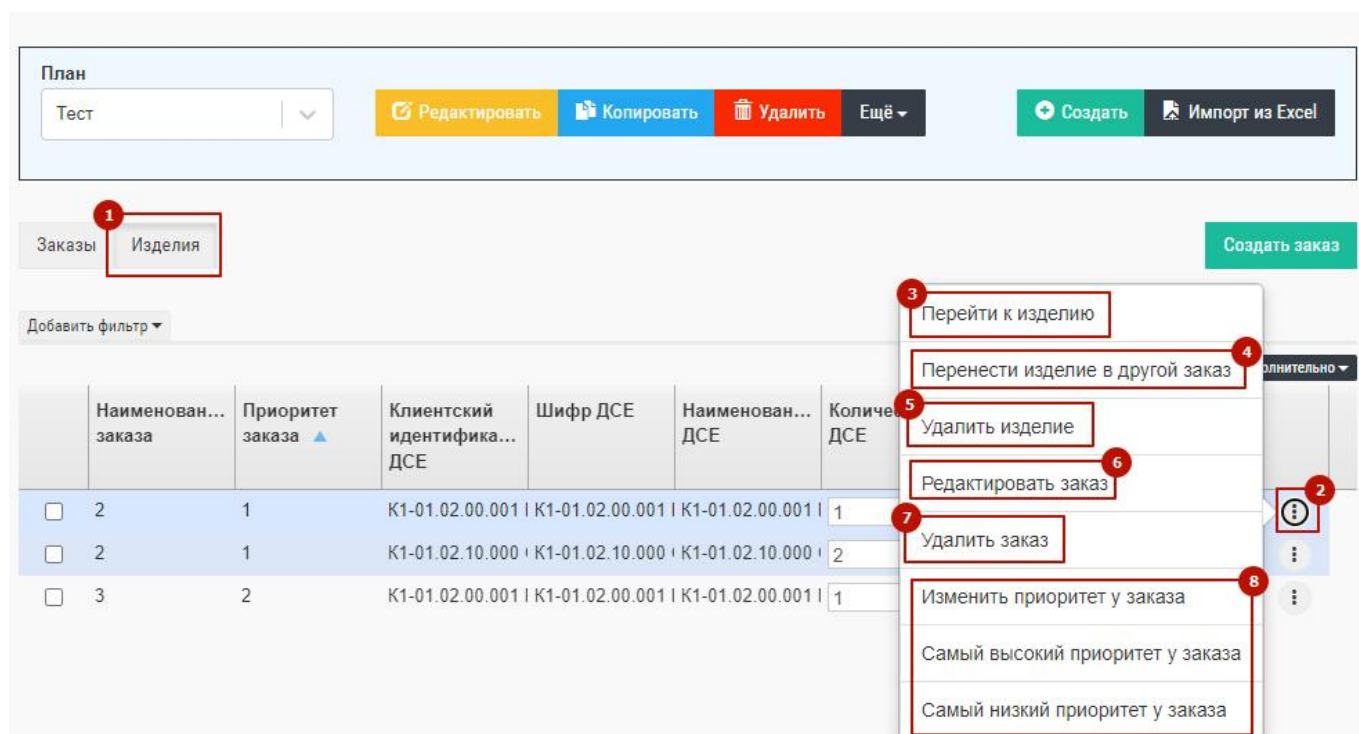

Рис. 38 – Работа с изделиями заказа
Экран работы с планами изначально предполагает две функциональности: работа с заказами и работа с изделиями. Выше описана работа с заказами. Для перехода к работе с изделиями нужно перейти на вкладку «Изделия» (1 на Рис. 38). На этой вкладке доступны следующие функции (для входа нужно нажать значок  (2 на Рис. 38):
- Перейти к изделию. Переходит в окно «Дерево спецификаций» для выбранного изделия (3 на Рис. 38). Для возврата в окно плана нужно нажать в браузере стрелку «Назад».
изделия/заказа нужно выбрать пункт с соответствующим названием (2 + 5/7 на Рис. 38).
- Редактировать заказ. Позволяет отредактировать все параметры заказа и его состав. Чтобы начать редактирование нужно выбрать пункт (6 на Рис. 38). Весь функционал, который доступен в этом пункте меню описан в пункте «Создание заказа».
- Изменение приоритетов заказа. Позволяет изменить приоритет заказов. Функционала аналогичен функционалу изменения приоритет заказов на вкладке «Заказы». Для изменения приоритетов нужно выбрать соответствующий пункт меню (8 на Рис. 38).